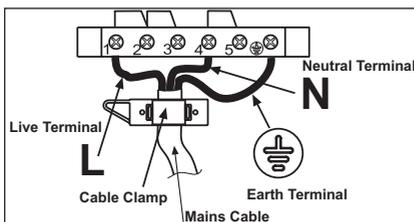
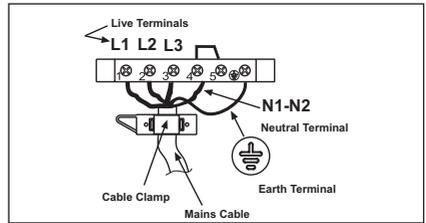

fig. 7
fig. 8
- Déplacez les plaques de connexion dans le bornier fig.7 suivant le schéma de la fig. 8.